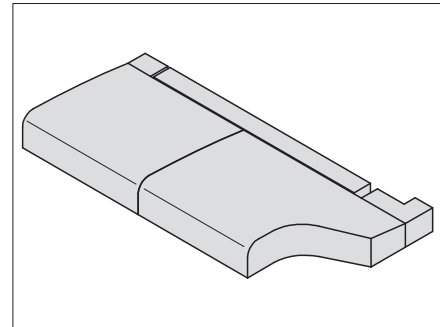
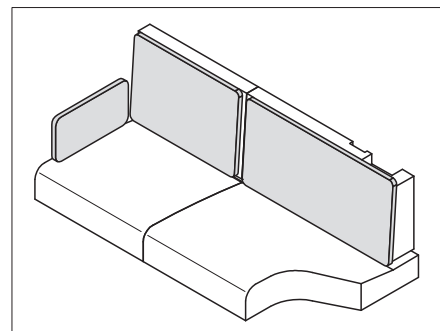

Fig. 201 Positionner les supports de siège
Fig. 203 Coussins pour supports de dossier
- Placer les coussins d'assise, de dossier et supplémentaire comme montré dans Fig. 201 à Fig. 203.